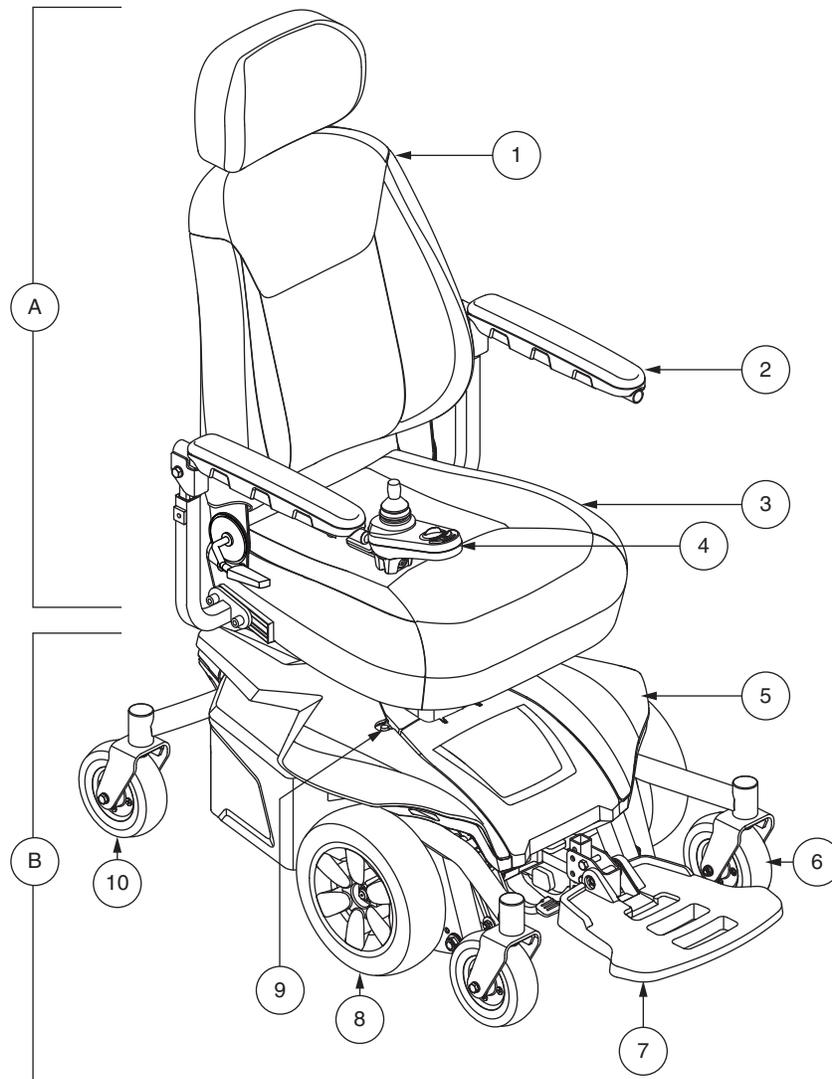

Figura 1. Silla eléctrica de Jazzy® Select 6 2.0
El Jazzy® Select 6 2.0 está formado por dos piezas principales: el asiento (A) y la base eléctrica (B). Ver figura 1. Generalmente, el asiento incluye los reposabrazos, el respaldo y le base de asiento. La base eléctrica incluye los dos motores y los frenos, dos ruedas motrices, cuatro ruedas orientables, dos baterías y el cableado eléctrico. Ver figura 1, 2 y 3.